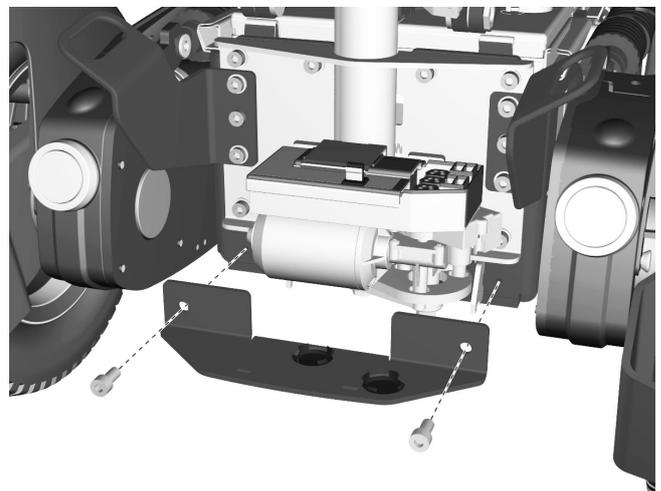

Abbildung 93. Schutzblech unter dem Motor abmontieren.
5. Schutzblech unter dem Motor abmontieren. Es ist mit zwei Schrauben montiert. Siehe Abbildung. 93.